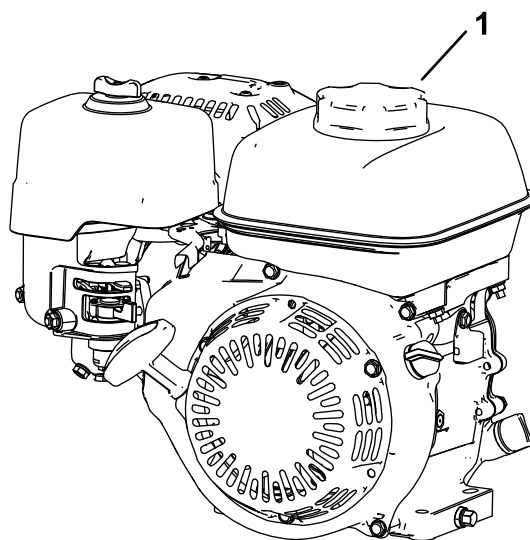

Figura 19
1. Pulite intorno al tappo del serbatoio carburante e togliete il tappo dal serbatoio (Figura 19). Riempite il serbatoio del carburante fino alla parte inferiore dell'apertura del collo del serbatoio; fate riferimento al *Manuale dell'operatore* del motore.